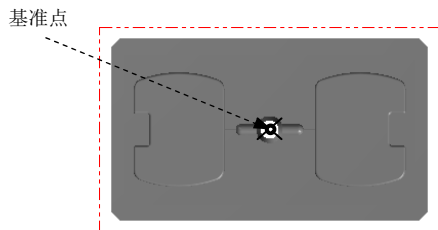

图 20.4 定义基准点
Step1. 绘制矩形边界。单击顶视图 **顶视图** 按钮，选择下拉菜单 **绘图(C) → 矩形(R)...** 命令，系统弹出“矩形”工具栏。在“矩形”工具栏中确认 **+** 按钮被按下，选取图 20.4 所示的坐标原点，然后在 **长度** 后的文本框中输入值 155，在 **宽度** 后的文本框中输入值 95，按 Enter 键。单击 **✓** 按钮，完成矩形边界的绘制，结果如图 20.5 所示。